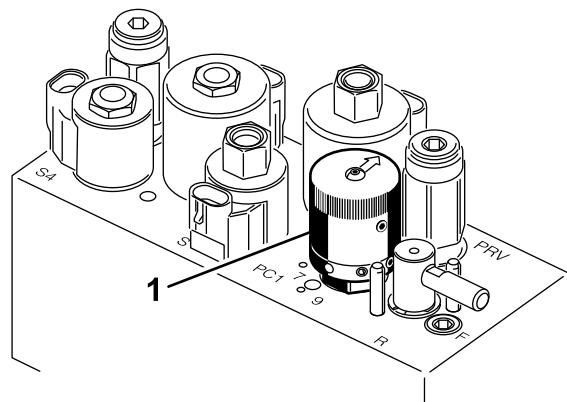

图29
- 要设置滚刀的速度、请旋转旋钮图29直至指示器箭头与表示所需设置的数字对齐为止。